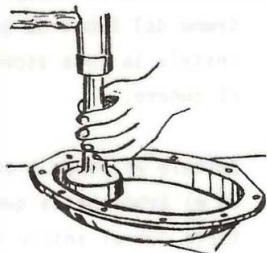

Fig. 17
- c. Aplique adhesivo en la zona de alojamiento e instale el retén de aceite (fig.17) con un instalador adecuado.